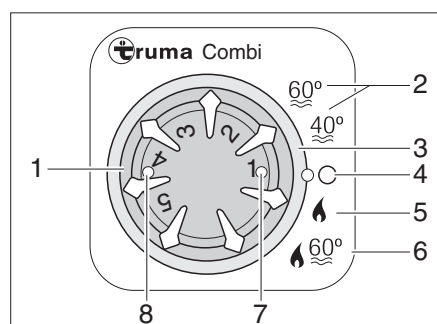

Fig. 181 Unidad de mando para la calefacción/caldera
- Seleccionar el modo de funcionamiento con el interruptor giratorio (Fig. 181,3).
La calefacción selecciona por sí sola la potencia de quemador necesaria. En el modo de funcionamiento "Calefacción y caldera" (Fig. 181,6) se calienta también el agua en la caldera. La calefacción puede utilizarse en el modo de funcionamiento "Calefacción sin caldera" (Fig. 181,5) con la caldera vacía.
- Poner el botón giratorio de temperatura (Fig. 181,1) de la unidad de mando en el nivel de calefacción deseado.
- Poner el interruptor giratorio (Fig. 181,3) en modo de invierno "Calefacción sin caldera" (Fig. 181,5) o en modo de invierno "Calefacción y caldera" (Fig. 181,6).
La luz de control verde (Fig. 181,7) se enciende.
- Ajustar el interruptor giratorio (Fig. 181,3) en "O" (Fig. 181,4).
La combinación de los funcionamientos a gas y con electricidad a 230 V acorta el tiempo de calentamiento (esto solo es posible si en la unidad de mando (Fig. 181) la calefacción se encuentra ajustada en modo de invierno).